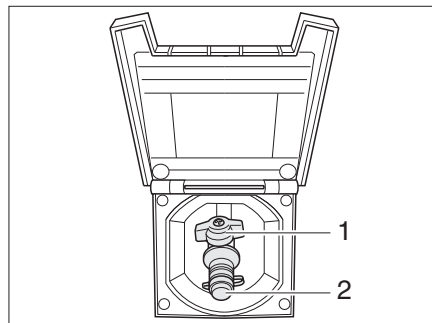

Bild 246 Externer Gasanschluss, Gasabsperrentil geschlossen
Der externe Gasanschluss (Bild 246) befindet sich auf der rechten Fahrzeugseite. In Ausnahmefällen befindet sich der externe Gasanschluss auch auf der linken Fahrzeugseite oder im Heck.
- Externes Gasgerät an der Anschluss-Stelle (Bild 246,2) anschließen.
- Das Gasabsperrentil (Bild 246,1) öffnen.